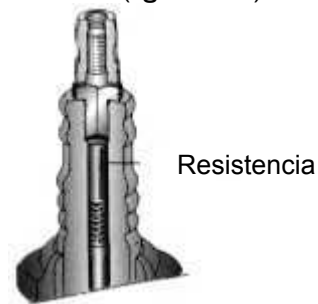

Figura 2.45
- b) Bujía de encendido con **supresor tipo "Resistor"**. Este tipo de estrategia para eliminar las interferencias de radio frecuencia, consiste en disponer a la bujía de un resistor (resistencia óhmica) interno, que ayuda a la eliminación de las RFI (figura 2.45).